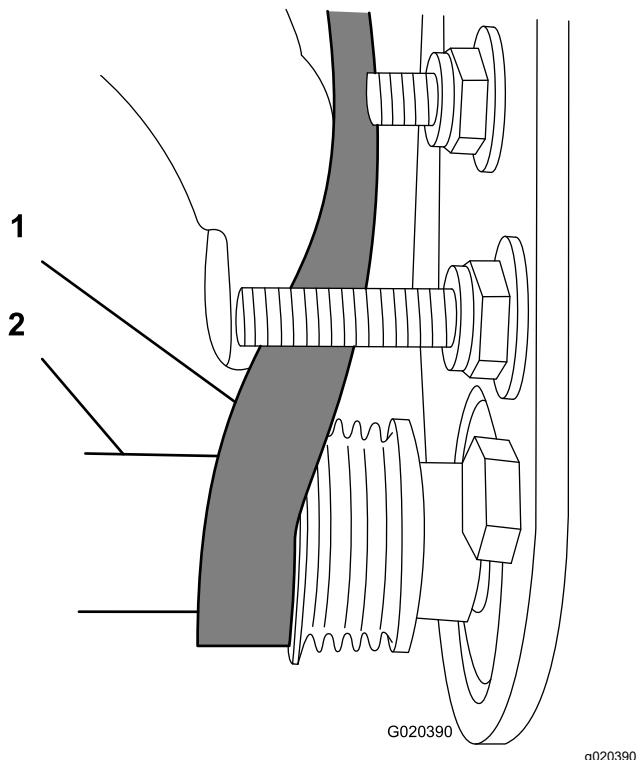

図 27
- C. 9/16" 深穴ソケットを使ってブラシアセンブリを回転させながら、ベルトを受動プーリに掛けまわす図 27。